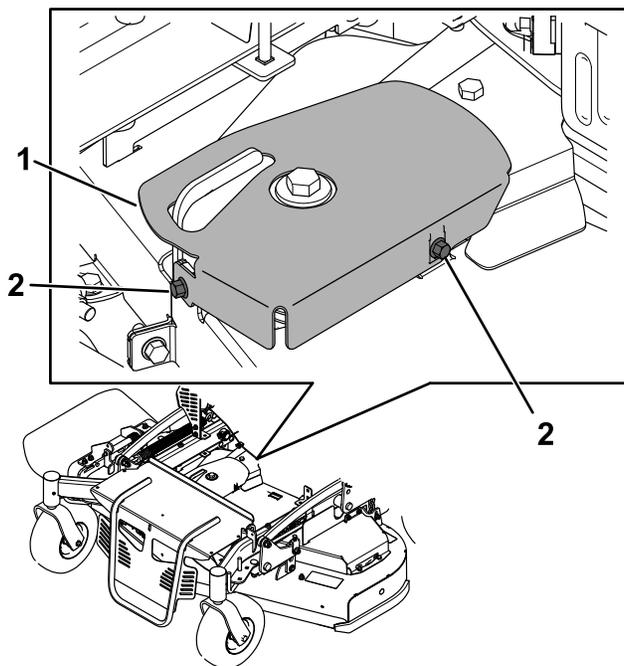

Figure 37
2. Déposez la protection de la courroie de tension (Figure 37).
4. Installez la protection de la poulie de tension (Figure 37).